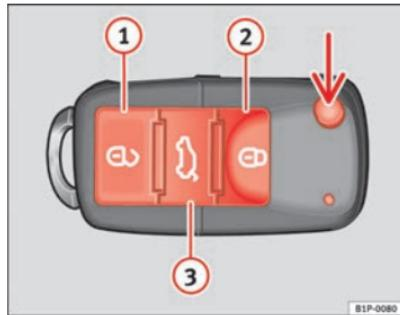

Fig. 44 Teclas de la llave con mando a distancia
Con la tecla ⇒ fig. 44 (flecha) del mando, se desbloquea el paletón de la llave.
Desbloqueo del vehículo ⇒ fig. 44 ①.
Bloqueo del vehículo ⇒ fig. 44 ②.
Desbloqueo del portón trasero. Pulse la tecla ⇒ fig. 44 ③ hasta que todos los intermitentes del vehículo parpadeen brevemente. Al pulsar la tecla de desbloqueo ⇒ ③, dispone de 2 minutos para abrir el portón. Una vez transcurrido este tiempo se bloqueará de nuevo.
- Pulse la tecla  ② página 86, fig. 44 del mando a distancia.
- Pulse la tecla  ① página 86, fig. 44 del mando a distancia.